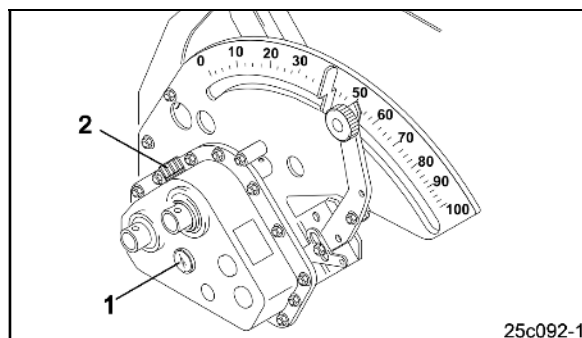

Fig. 136
2. Retirez la jauge d'huile (Fig. 136/1).